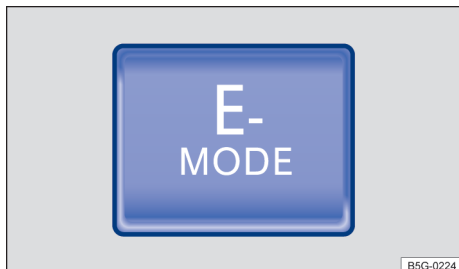

Fig. 106 Na parte inferior do console central: botão do modo de condução elétrica ampliada.
- Pressionar o botão → Fig. 106.
- OU: pressionar o botão → Fig. 106 repetidas vezes para alternar de um modo de condução para o próximo. O modo **Battery Charge** somente pode ser selecionado tocando na respectiva superfície de função no sistema Infotainment.
Se, durante a condução elétrica ampliada, as condições necessárias para isso deixarem de ser atendidas, a condução elétrica é encerrada com a partida do motor de combustão interna. Nesse caso, a indicação  no display do instrumento combinado se acende e a luz de controle no botão → Fig. 106 se apaga.